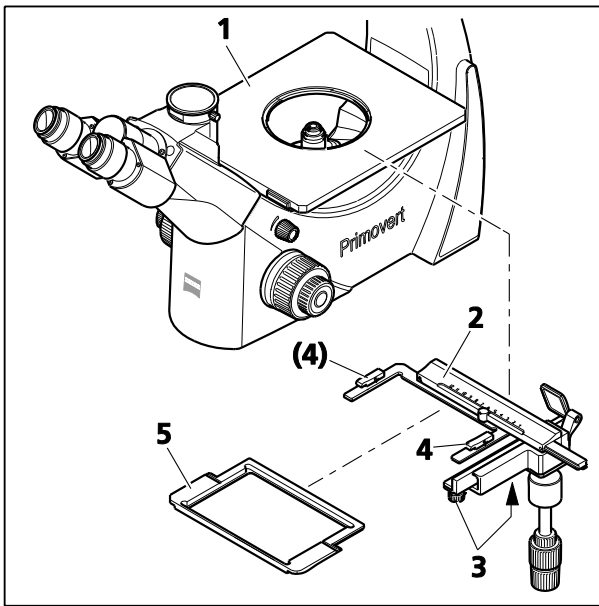

Fig. 8 Montage du porte-échantillon et installation du cadre de montage
- Fixer le porte-échantillon (Fig. 8/2) par le bas sur le côté droit de la platine (Fig. 8/1) et le fixer avec les deux vis moletées (Fig. 8/3) du porte-échantillon.
- Insérer le cadre de montage universel M ou le cadre de montage pour plaques de microtitration à 96 positions (Fig. 8/5) dans le porte-échantillon, en fonction du récipient utilisé. S'assurer que le cadre de montage s'arrête correctement dans les deux clips de fixation (Fig. 8/4).